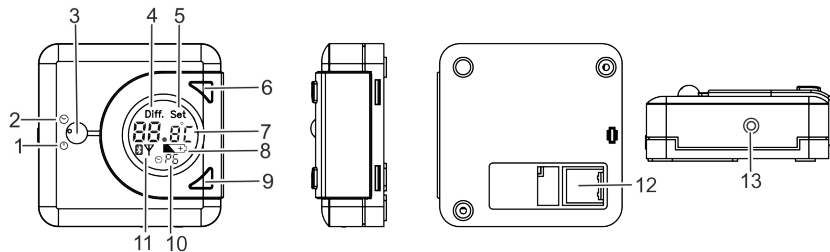

Fig. 1: Overview of thermio™ essential smart
1. Für das Anzeigen der Uhrzeit den Kipptaster (Abb. 1/1) nach oben drücken.
1. Zum Einschalten der Tastensperre den Kipptaster (Abb. 1/3) nach unten und gleichzeitig die Taste oben (Abb. 1/6) drücken.
1. Den Kipptaster (Abb. 1/3) nach unten drücken, um das Gerät in den Stand-by-Betrieb zu versetzen.